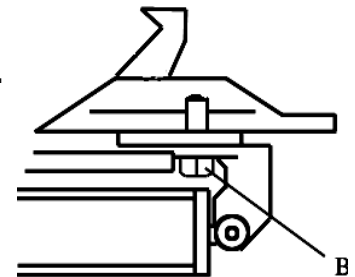

Fig 10
OBS: Etter de første 20 dagene med bruk, stram kjevne igjen med strammeskruene (B) på platespilleren (fig 10)